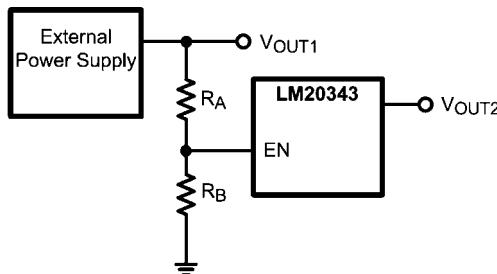

FIGURE 5. Sequencing LM20343 with Precision Enable
LM20343 は、入力電圧が 4.25V (typ) に達しない限りスイッチングしないよう、アンダーボルテージ・ロックアウト保護回路を内蔵しています。アンダーボルテージ・ロックアウト・スレッショルドには 350mV のヒステリシスがあり、デバイスが起動中にパワー・オン・グリッチに応答するのを防ぎます。設計ガイドラインの Figure 5 に示すとおり、必要に応じて、高精度イネーブル・ピンおよび V_{IN} に接続された抵抗分圧ネットワークを使うことにより、電源のターンオン電圧を変更できます。
LM20343 の高精度イネーブル (EN) ピンおよびパワーグッド (PGOOD) ピンを使って、多くのシーケンス要件に対応できます。Figure 5 に示すとおり、2 つの外部抵抗を使用することにより、高精度イネーブル・ピンで LM20343 のターンオンを制御できます。